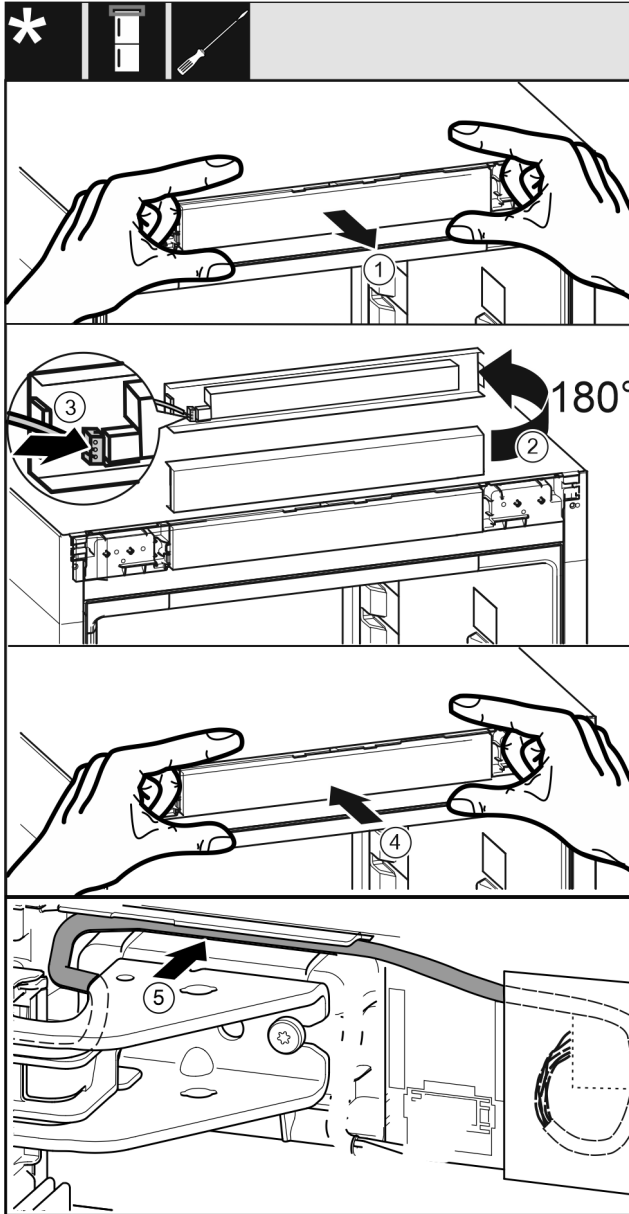

Fig. 43
- ▶ Izņemiet uzmanīgi vadības aizsegu. Fig. 43 (1)
- ▶ Pagrieziet aizsegu par 180° uz augšu. Fig. 43 (2)
- ▶ Nofiksējiet spraudni pie vadības pārsega. Fig. 43 (3)
- ▶ Nofiksējiet atkārtoti vadības aizsegu pie ierīces. Fig. 43 (4)
- ▶ Ievietojiet uzmanīgi pelēko kabeli vadotnē virs augšējā gultņa balsta. Fig. 43 (5)